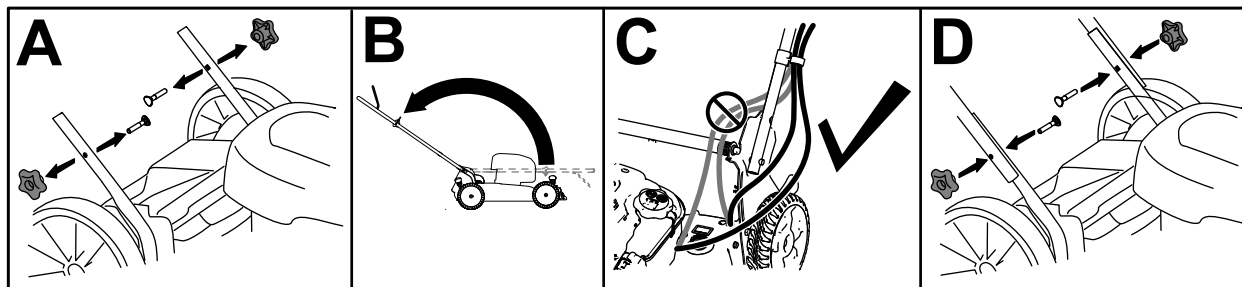

Figura 3
1. Rimuovete le manopole delle stegole e i bulloni corrispondenti dalle stegole inferiori (A di Figura 3).
2. Posizionate la stegola superiore sulle stegole inferiori, quindi aprite la stegola (B di Figura 3).
3. Assicuratevi che i cavi siano disposti all'esterno della stegola (C di Figura 3).
4. Montate le manopole delle stegole con i bulloni corrispondenti e serrateli saldamente a mano (D di Figura 3).